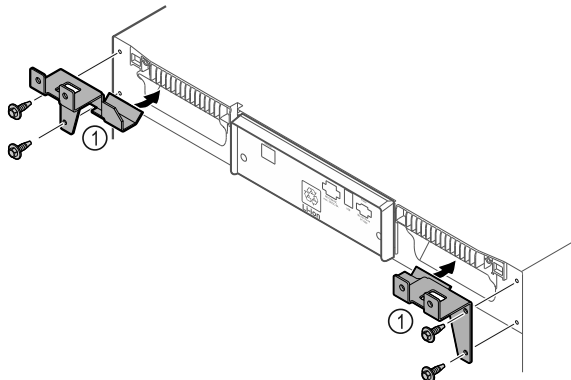

Fig. 9
- ▶ Montare i fermi Fig. 9 (1) sull'apparecchiatura con le viti annesse.